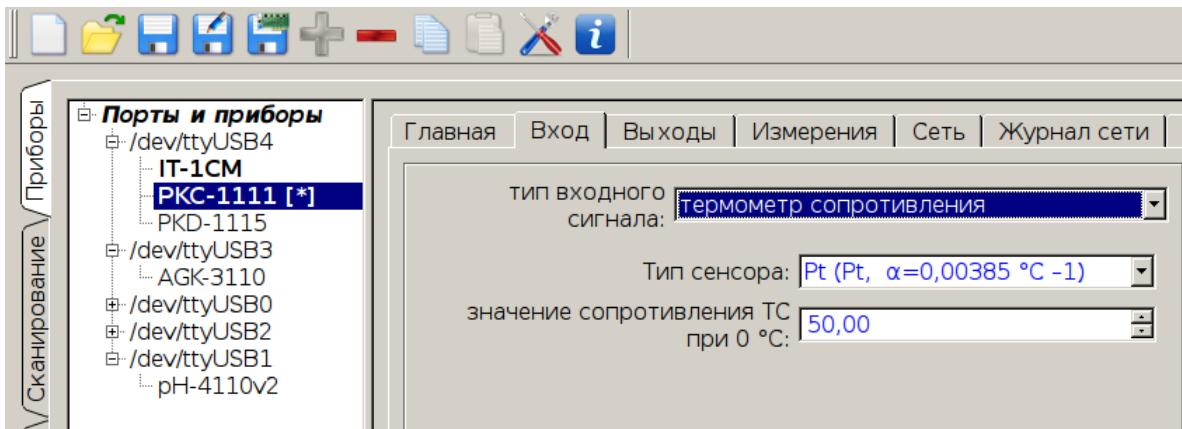

Рисунок 78 - Статус измененных параметров объекта
- [*] - означает, что в загруженные в макет параметры внесены изменения; если данный символ не в группе с другими, то это означает, что изменениям подверглись параметры, загруженные из файла конфигурации (Рисунок 78);